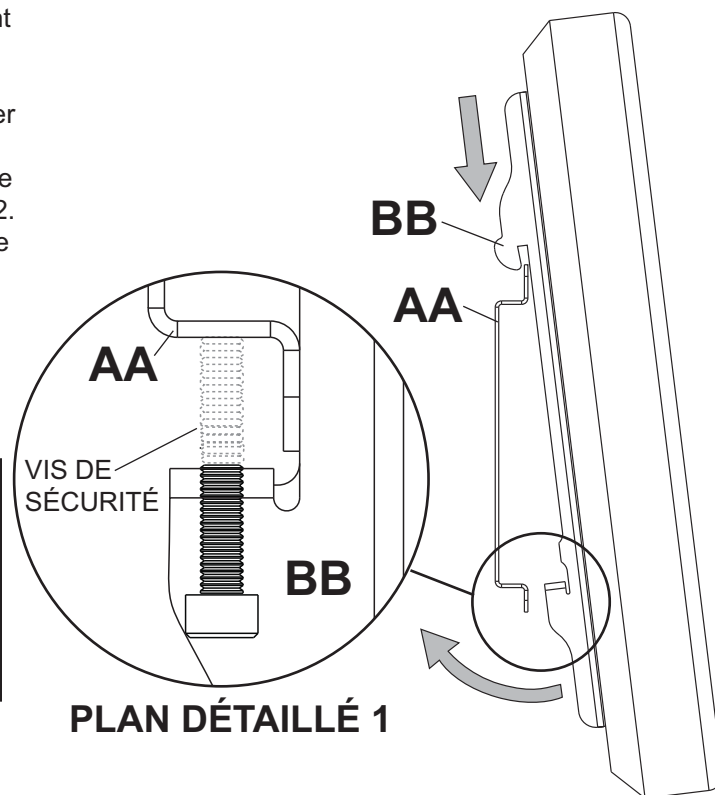

fig. 3.1
- 3** Accrochez les supports adaptateurs (**BB**) sur la plaque murale (**AA**). Ensuite, faites pivoter lentement l'écran vers l'intérieur, comme illustré. À l'aide de la clé hexagonale (**EE**), tournez les vis de sécurité dans le sens horaire au moins six fois pour empêcher l'écran de se détacher, comme illustré sur le plan détaillé 1 de la figure 3.1. Au besoin, l'écran peut être ajusté horizontalement, comme illustré à la figure 3.2.